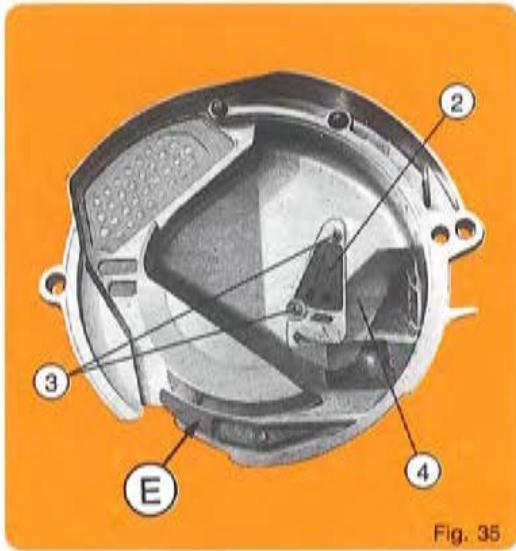

Fig. 35
2. POSITION BASSE (fig. 35) POUR PETITES GRAINES, c'est-à-dire tourne-sol, betterave, sorgho...
2. Niedrige Stellung (Abb. 35) für kleines Saatgut, z. B. Sonnenblumen, Zuckerrüben, Sorghum.
2. LOW POSITION (fig. 35) FOR SMALL SEEDS, i.e. sunflower, beets, sorghum...
2. STAND LAAG : (fig. 35) voor KLEINE ZADEN, dat wil zeggen zonnebloem, bieten, gierst...